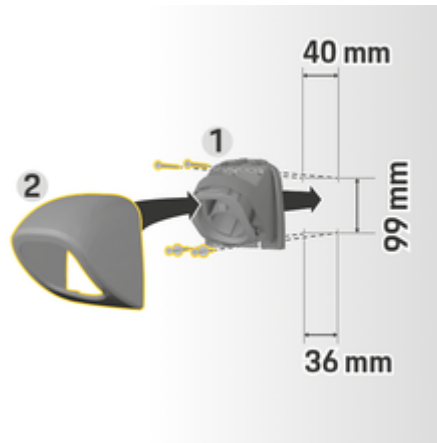

Fig. 74 Dimensões de perfuração
1. Remova o prendedor do conector 1 (Fig. 74) da tampa 2 (Fig. 74).
4. Parafuse o prendedor do conector 1 (Fig. 74) na parede.
5. Fixe a tampa 2 (Fig. 74) no prendedor do conector 1 (Fig. 74) pela parte de baixo e empurre para cima.